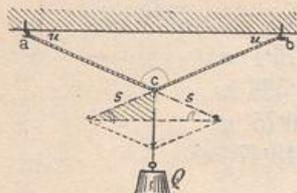

Fig. 21.
1. a) Wie groß sind die Seilspannungen  $s$  in den beiden gleich langen Seilstücken  $a c$  und  $b c$  (Fig. 21), wenn bei  $c$  die vertikale Belastung  $Q = 75 \cdot 5 \text{ kg}$  wirkt und  $\sphericalangle u = 27^\circ 15'$  ist?
b) Welchen Durchmesser  $d$  müßte ein Hanfseil (in Fig. 21) haben, um bei einem Neigungswinkel  $u = 25^\circ$  die Last  $Q = 325 \text{ kg}$  zu tragen, wenn für  $1 \text{ cm}^2$  Querschnitt  $103 \text{ kg}$  zulässige Beanspruchung gerechnet werden?